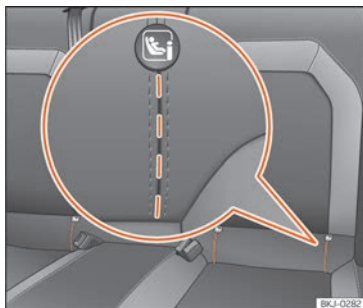

Fig. 26 Banco traseiro: ranhuras recortadas para aceder aos anéis de fixação ISOFIX/i-Size.
guns veículos, os anéis estão fixos à armação do banco e noutros ao piso traseiro. Os anéis «ISOFIX» estão situados entre o encosto e o assento do banco traseiro »» Fig. 26. Os anéis Top Tether* estão situados na zona posterior dos encostos traseiros (atrás do en-
- Proceda previamente à abertura manual do recorte situado atrás das ranhuras marcadas para ter acesso às argolas de fixação »» **Fig. 26.**